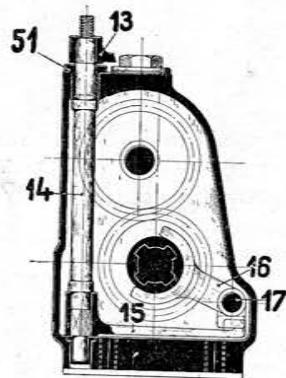
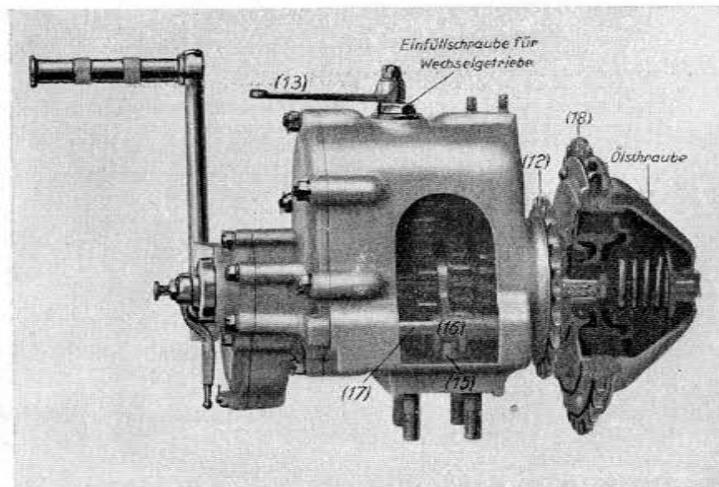

Abb. 17.
Abb. 19.
Das Vorgelegerad (11) steht mit dem Zahnrad (7) ständig in Eingriff. Auf der Nabe des Zahnrades (7), die ein Rollenlager enthält, sitzt zwischen Kupplung und Getriebe fest verschraubt das Kettenrad (12). — Die Schaltbetätigung geschieht durch den äusseren Getriebe-schalthebel (13), der, in Beachtung der Abb. 19 und 22, mittels Gestänges mit dem rechtsseitig angeordneten, langen Handschalthebel verbunden ist. Der äussere Getriebe-schalthebel (13) ist an einer im Getriebegehäuse senkrecht angeordneten Schaltstange (14) s. Abb. 17 durch Keil und Konus befestigt. Der
untere Teil der Schaltstange ist als Vierkant ausgebildet, auf den ein innerer Schalthebel (15) in horizontaler Stellung zur Schaltstange gesteckt ist. Dieser greift in die aus Abb. 19 deutlich ersichtliche Schaltgabel (16), die auf dem parallel zur Hauptwelle gelagerten Bolzen (17) geführt und von der Eindeckung des Schieberäderpaares (5) und (6) aufgenommen wird. — Bei dem hängend angeordneten Getriebe der Sportmodelle gelangen die gleichen Konstruktionsprinzipien zur Anwendung, nur daß das innere Schaltgestänge nicht senkrecht, sondern wagrecht zur Getriebe-Hauptwelle steht. Außerdem enthält das Getriebe noch eine besondere Sperrvorrichtung zur Sicherung der einzelnen Schaltgänge.